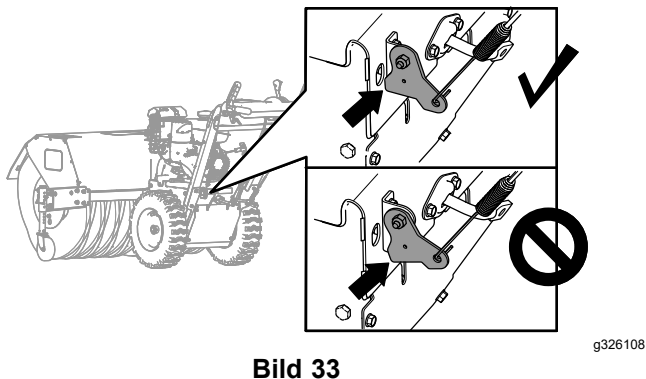

Bild 33
2. Prüfen Sie das Spiel zwischen der Unterseite der Halterung des Antriebsbowdenzugs und der oberen Platte der Maschine (Bild 33).